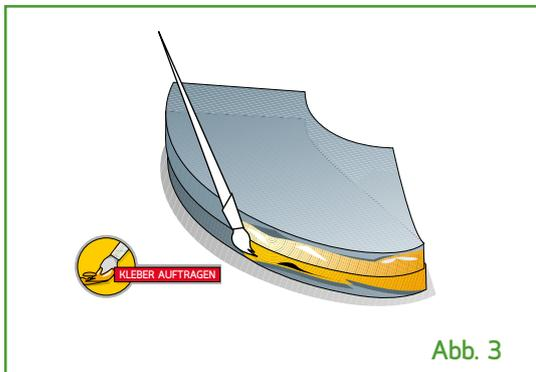

Abb. 3
3) Die beiden Profile flach aufeinander legen und die Ränder des Profils mit dem größeren Radius mit MATIBLOCK-Kleber bestreichen. (Abb. 3)